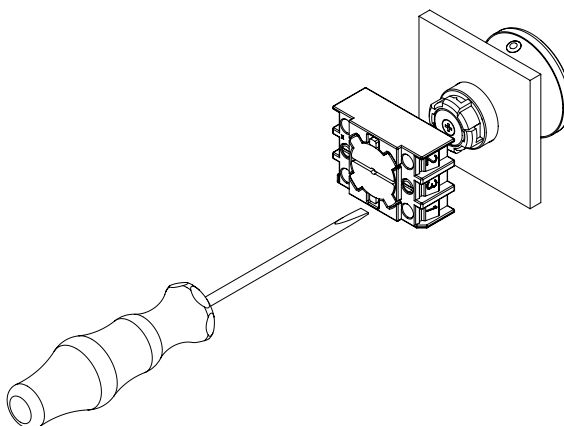

Abb. 1
- Die Montage von Bedienelementen und Montageflansch durch Anziehen der Schrauben des Montageflansches mit einem Schlitzschraubendreher der Größe 2 (siehe Abb. 1).
1. Die Montage von Bedienelementen und Montageflansch durch Anziehen der Schrauben des Montageflansches mit einem Schlitzschraubendreher der Größe 2 (siehe Abschnitt 3.1, Abb. 1).